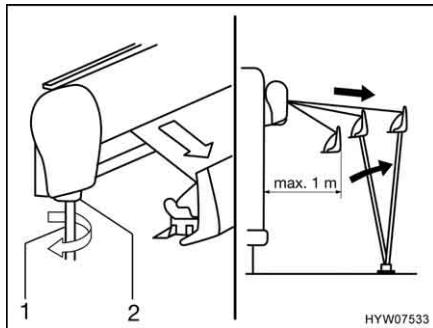

Fig. 24 Estrazione della tenda
- Inserire la manovella (Fig. 24,1) nel supporto a baionetta (Fig. 24,2) della tenda e girarla in senso antiorario.